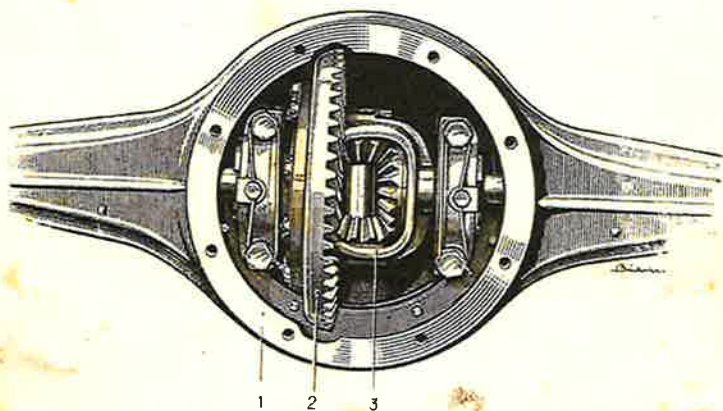

Fig. 16. - Ispezione del gruppo differenziale.
b) al ricambio dell'olio nella scatola del ponte, previa pulizia ed ispezione dei meccanismi interni, effettuate togliendo il coperchio posteriore della scatola (fig. 16).